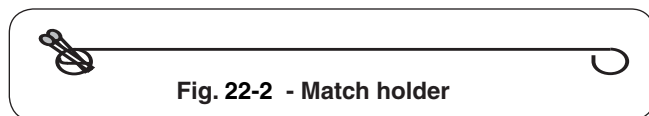

Fig. 22-2 - Match holder
2. Insérez un allumeur brûlant de butane de long-baril, une allumette brûlante de long-tige, ou une allumette brûlante tenue par un support de prolongation de fil (Fig.22-2) par les grilles à cuire au brûleur. (Fig.22-3). Pour des backburners, tenez la flamme contre le matériel perforé du backburner. Pour des sideburners, tenez la flamme contre le brûleur.